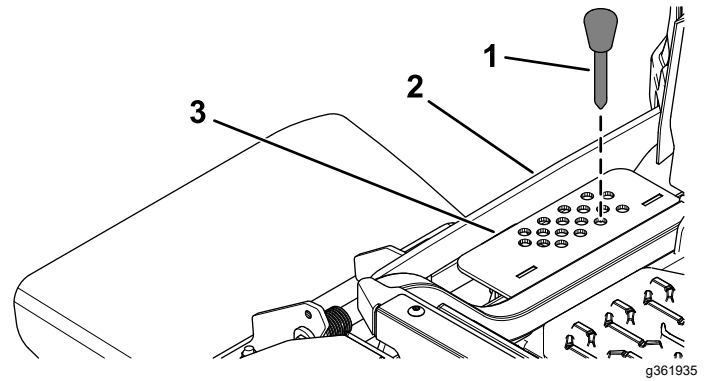

Figura 22
2. Selecione um orifício, no suporte da altura de corte, que corresponda à altura de corte desejada e insira o pino (Figura 22).
3. Empurre para baixo o interruptor de elevação da plataforma até que a ligação da altura de corte contacte ligeiramente com o pino da altura de corte (Figura 22).